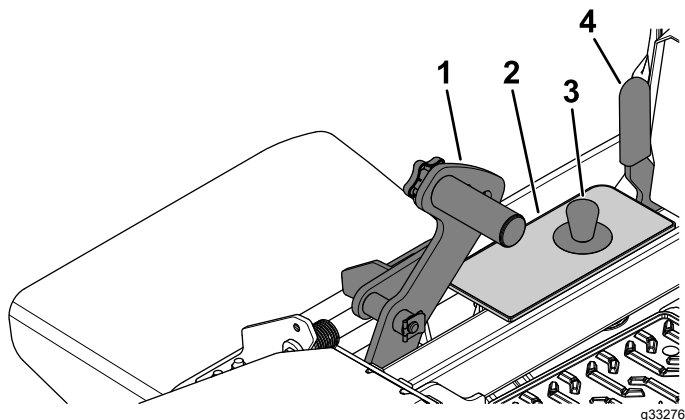

Figura 31
1. Presione el pedal de elevación de la carcasa hacia adelante del todo para bloquear la carcasa de corte en la posición de TRANSPORTE (que es también la posición de altura de corte de 140 mm (5½")), como se muestra en la Figura 31.
2. Para ajustar la altura de corte, retire el pasador del soporte de altura de corte (Figura 31).
3. Seleccione el orificio del soporte de altura de corte que corresponde a la altura de corte deseada, e inserte el pasador (Figura 31).